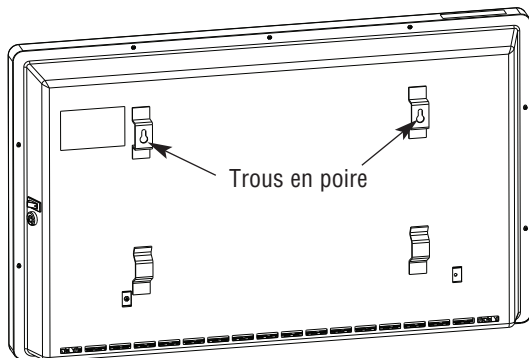

Figure 2
2. Pour des applications avec **montage mural**, sautez l'étape 1 précédente. Prévoyez des fixations adéquates et percez deux trous à l'emplacement voulu, écartés horizontalement de 40 cm de centre à centre, de sorte que le bas de l'appareil de chauffage soit à environ 51 cm du sol. Laissez les attaches dépasser du mur d'au moins 6,5 mm du mur, et passez les trous en poire au dos de l'appareil dans ces attaches (voir la Figure 2). Assurez-vous que l'appareil de chauffage est bien fixé.